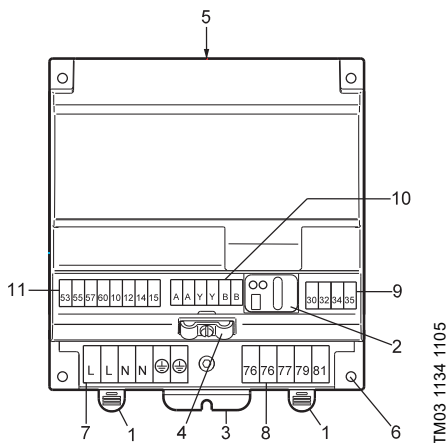

Fig. 1 IO 351 A
- Modulens konstruktion säkerställer god elektrisk kontakt med DIN-skenan. DIN-skenan måste därför ha god kontakt med jord. Om modulen istället för att monteras med DIN-skena monteras med de fyra fästhålen (pos. 6), måste monteringen ge god jordanslutning (pos. 3). Se fig. 1 eller 2.